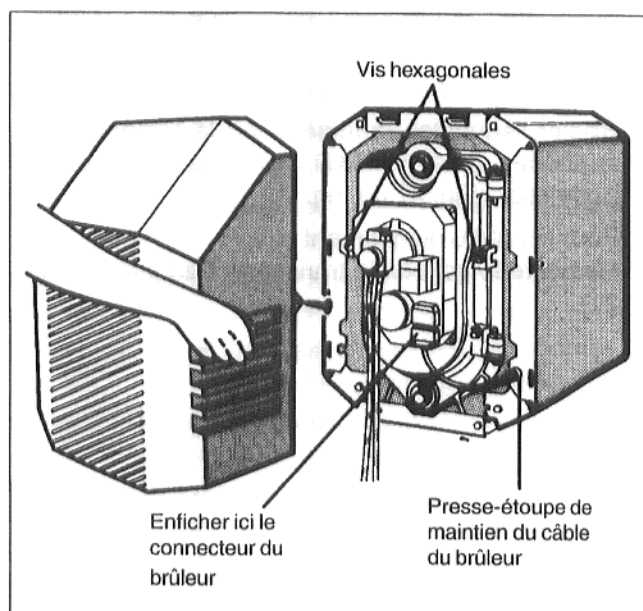

Fig. 24
- Dévisser les vis hexagonales de la porte du brûleur, ouvrir la porte du brûleur et l'enlever (Fig. 24).